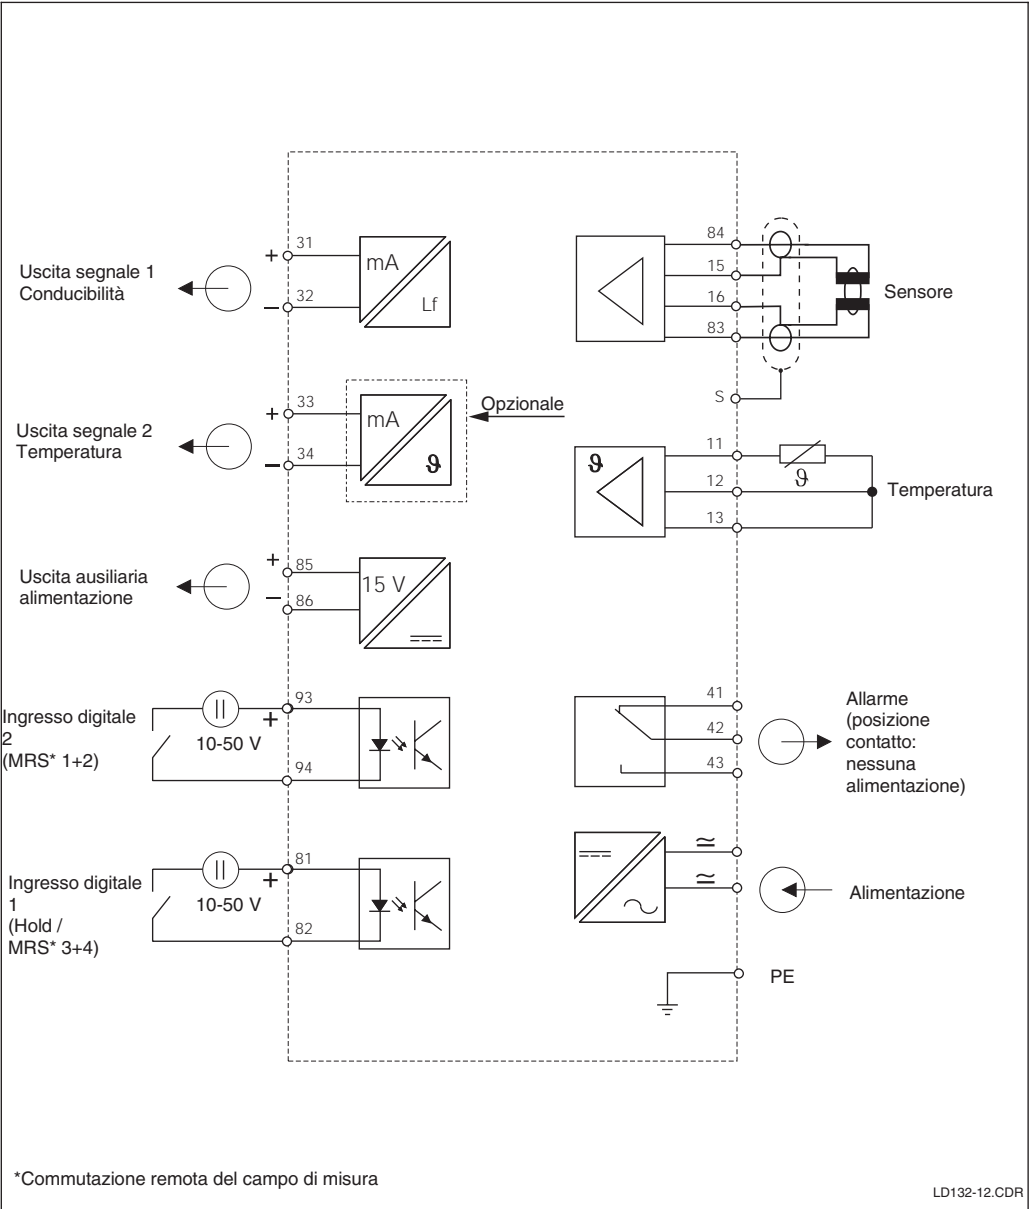

Fig. 3.13 Collegamento elettrico dello Smartec S completamente equipaggiato
- Connettere i cavi d'alimentazione come dall'assegnazione della morsettieria in Fig. 3.13.
- Connettere il contatto d'allarme secondo l'assegnazione della morsettieria in Fig. 3.13.
- Questa funzione può essere anche attivata esternamente, attraverso l'ingresso di Hold (v. schema di connessione in Fig. 3.13; ingresso digitale 1).